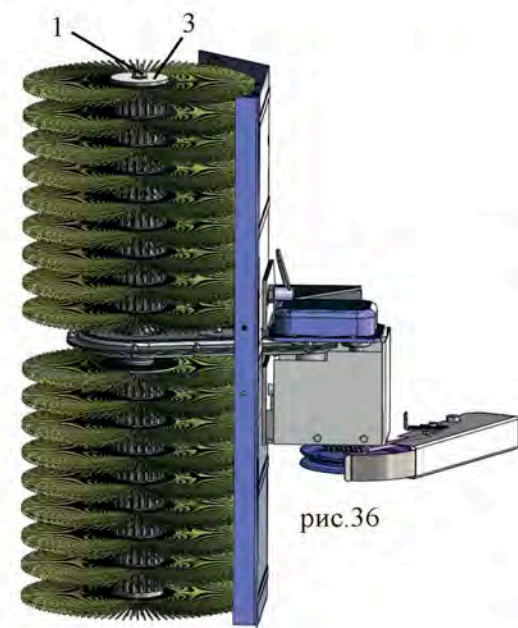
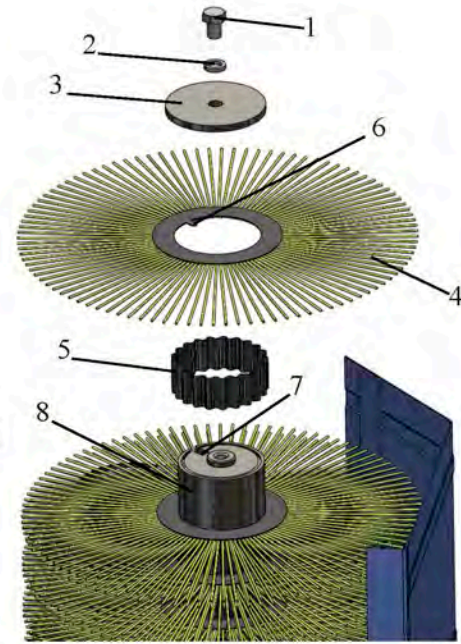

рис.36
рис.37
Установить щетку вертикально (рис.36). Открутить болт (1), снять шайбу (2), шайбу (3). Снять диски полипропиленовые (4) и кольца распорные (5) (рис.37). Установить новые диски в обратном порядке. **Внимание!** Выступ (6) кольца диска вставляется в паз (7) каркаса (8). Закрепить шайбу (3) болтом (1) через шайбу (2).